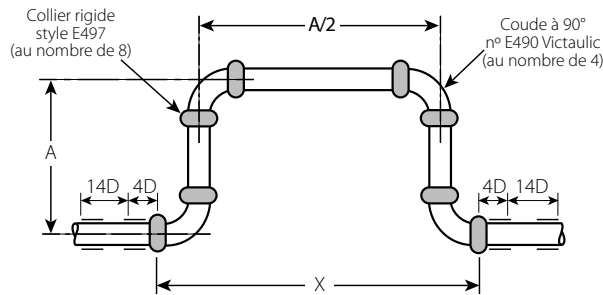

Figure 1
b. Lyre de dilatation avec les colliers rigides et raccords Victaulic : Les lyres de dilatation ou coudes en U sont souvent utilisés pour compenser la dilatation ou contraction des matériaux suite à des changements de température. Les dimensions de la lyre de dilatation pour tubes en acier inoxydable dans un système StrengThin™ 100 sont détaillées dans le tableau suivant (voir Figure 1 pour la hauteur de boucle « A ») :